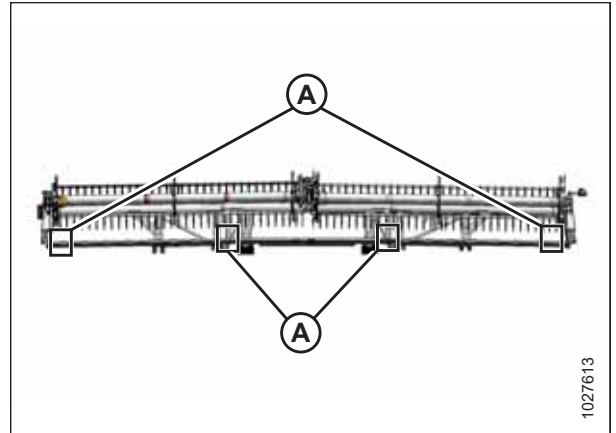

Figure 7.31: Emplacements de mesure FlexDraper® – Rabatteur double
- Figure 7.31, page 215 – rabatteur double